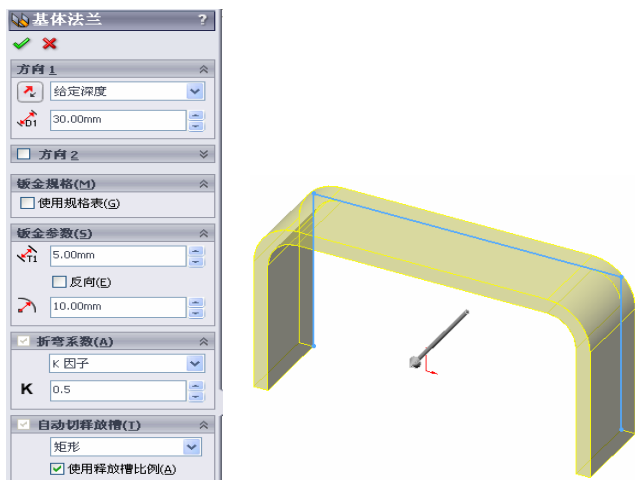

图 9-34 绘制基体法兰草图
❶ 选择菜单栏中的“插入”→“钣金”→“基体法兰”命令，或者单击“钣金”工具栏中的“基体-法兰/薄片”图标.
❷ 绘制草图。在左侧的“FeatureMannger 设计树”中选择“前视基准面”作为绘图基准面，绘制草图，然后单击“退出草图”图标, 结果如图 9-34 所示。